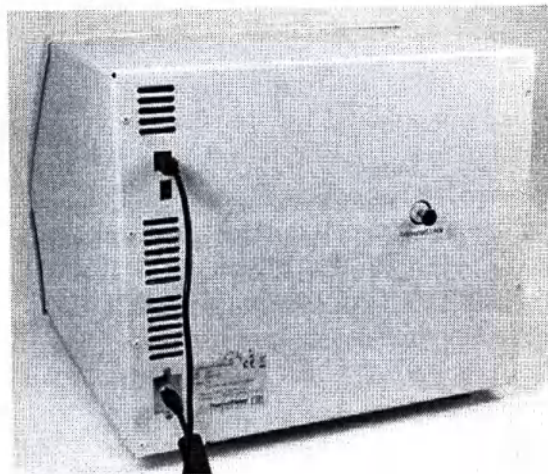

Рисунок 3-11. Процессор с подсоединенным кабелем питания.
1. Подсоедините кабель питания к разъему на устройстве (Рисунок 3-11).